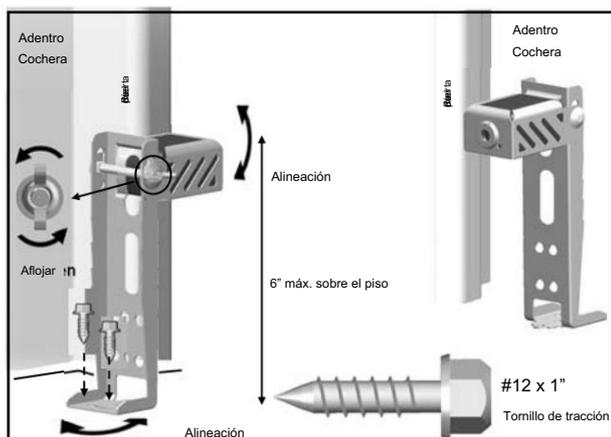

Fig. 2 (Montaje en piso)
2. Para conectar un cable a un terminal asignado, use un pequeño destornillador de "cabeza plana" para empujar la pestaña naranja en el terminal del cable como se muestra en la Fig.2.
3. Inserte aproximadamente 1/2" (13 mm) del cable en el terminal mientras empuja la pestaña como se muestra en la Fig.2.
4. Cada accesorio requiere un par de terminales. Cada par de terminales DEBE conectarse con un cable blanco y un cable rayado (no polarizado) del MISMO accesorio como se muestra en la Fig.2.
1. Coloque los fotocélulas uno frente al otro a cada lado de la puerta del garaje, como se muestra en la Fig.2.
Conecte el enchufe de la consola de control de puerta de lujo al tomacorriente del "panel de pared" en la parte posterior del abridor, como se muestra en la Fig.2.